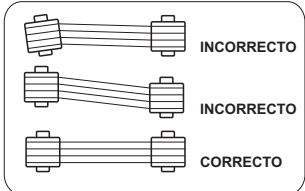

FIGURA 19
- Verifique que la tensión de la correa (Figura 18) y su alineamiento (Figura 19) para equipos CSV 15 y CSV 20, la tensión o peso de 4,0 kg en el punto medio cede de 3/8" a 1/2". Para verificar la deflexión, remueva el protector de la correa **20**. Después de la inspección fije el protector.